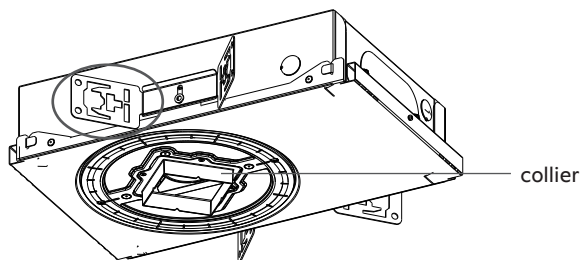

fig. 8
- a. Utilisez des barres ou un profilé en C (non fourni) pour monter le D2 au plafond. Les supports doivent passer par les trous des supports papillon et peuvent être utilisés pour suspendre le D2 sans vis (voir la fig. 8).